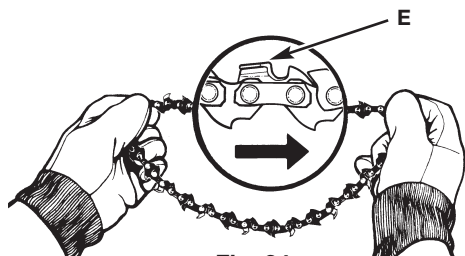

Fig. 24
1. Ecarter la chaîne en forme de cercle avec la face (E) tranchante VERS L'AVANT sur le dessus du guide (Fig. 24).